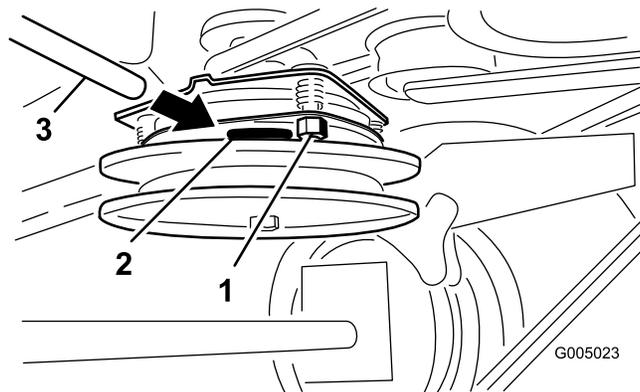

Figura 46
2. Apriete las contratuercas hasta fijar ligeramente la galga pero dejando que ésta se pueda mover con facilidad en la separación (Figura 46).